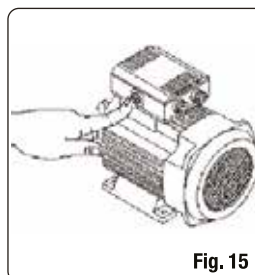

Fig. 15
Os motores monofásicos dos compressores da série AB possuem um protetor térmico de sobre consumo de corrente, localizado na parte de fora da tampa dos bornes. Se a proteção térmica for ativada, espere uns minutos e logo restabeleça manualmente o interruptor térmico (Fig. 15).
- No caso de compressores da série AB, que a proteção térmica não tenha sido modificada (Fig. 15).